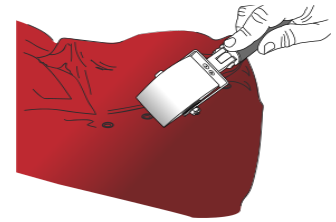

Abbildung 22
- › Danach mit dem ROLLRIV-Roller über die Folie fahren, um diese auf der gesamten Nietenfläche anzubringen. Anschließend ist die Folie um die Niete herum mit der Rakel (Abb. 22) oder mit dem Daumen anzudrücken.